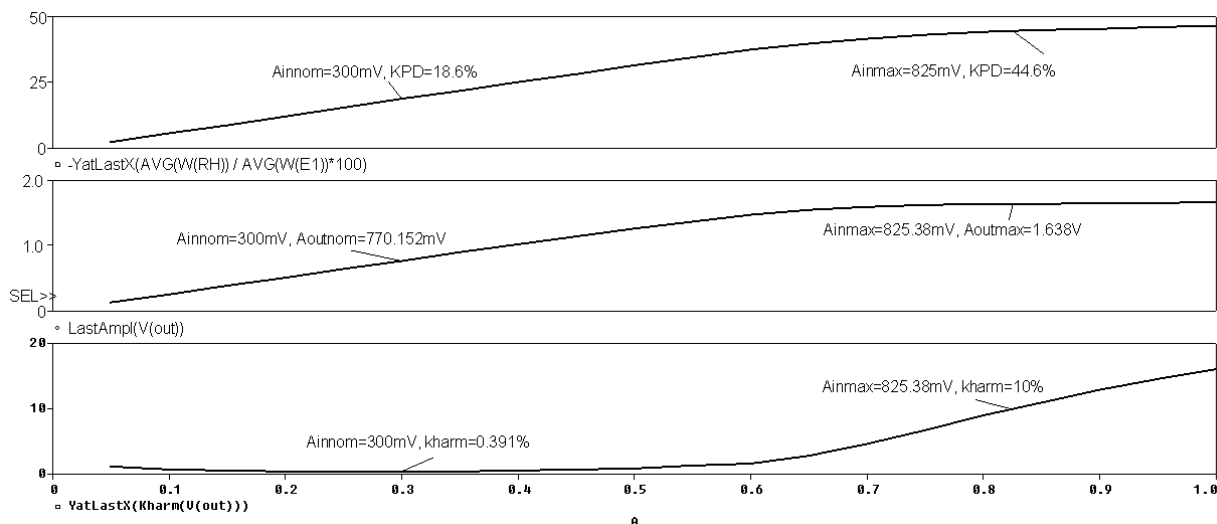

Рис. 3.8. Определение номинальных и максимальных выходных и входных амплитуд.
5. В среднем окне построения командой **Trace/Add Trace** откройте окно Add Traces, справа в списке функций измерений (**Measurements**) щелкните по имени **LastAmpl** (функция измерений для определения амплитуды колебаний в конце интервала анализа); найдите в левом окне выходную переменную **V(out)**, подведите к ней указатель мыши и щелкните левой кнопкой. В строке Trace Expression появится выражение **LastAmpl(V(out))**. Нажмите **OK**. На экран будет выведена зависимость амплитуды выходного сигнала от амплитуды входного (Рис. 3.8).
Таким образом, из Рис. 3.8 следует, что **Авхном=0.3В**, **Авыхном=0.77В**, **Авхмакс=0.825В**, **Авыхмакс=1.638**, **Кгном=0,391%**, **Кгмакс=10%**, **КПДном=18,6%**, **КПДмакс=44,6%**.